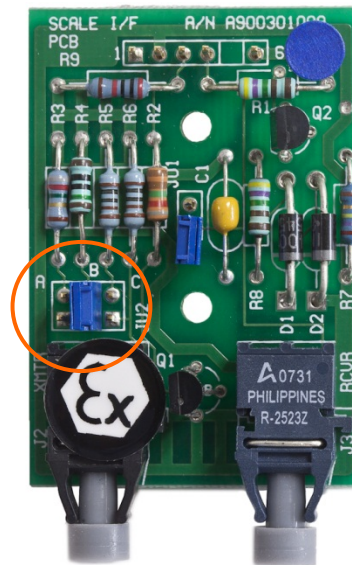

Figura 3-43: Posizione del pin J2 sul PCB opzionale FO di Puma/ID3sTx
- Quando si utilizza l'IND560x come terminale remoto per Puma o ID3sTx, il ponticello J2 sul PCB opzionale FO di Puma/ID3sTx deve essere regolato in modo da emettere un segnale più intenso. Perché l'IND560x richiede un segnale FO più intenso per funzionare correttamente come display remoto per Puma/ID3sTx. Per inviare un segnale più intenso dal Puma/ID3sTx, posizionare il ponticello sui pin J2 (Figura 3-43) per chiudere la connessione tra i pin A, B o C, fino a quando il segnale trasmesso dal Puma/ID3sTx non è intenso a sufficienza per essere visualizzato dal IND560x remoto.